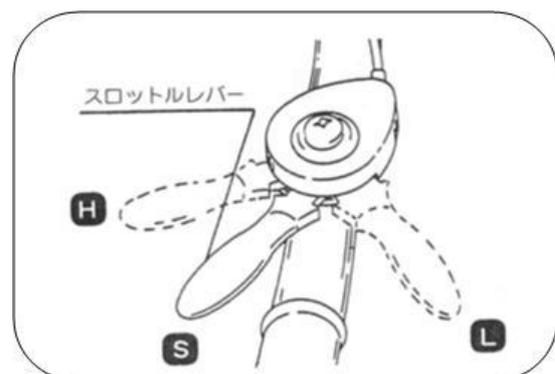

図6
- ③スロットルレバーを[S(中速)]位置にします。(図6)